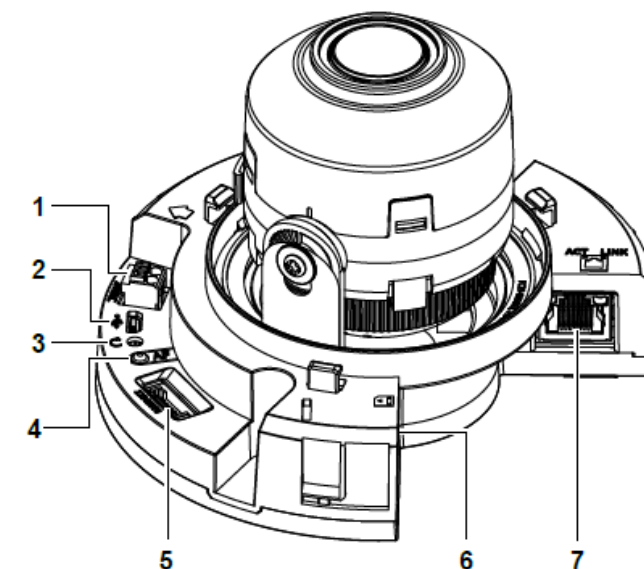
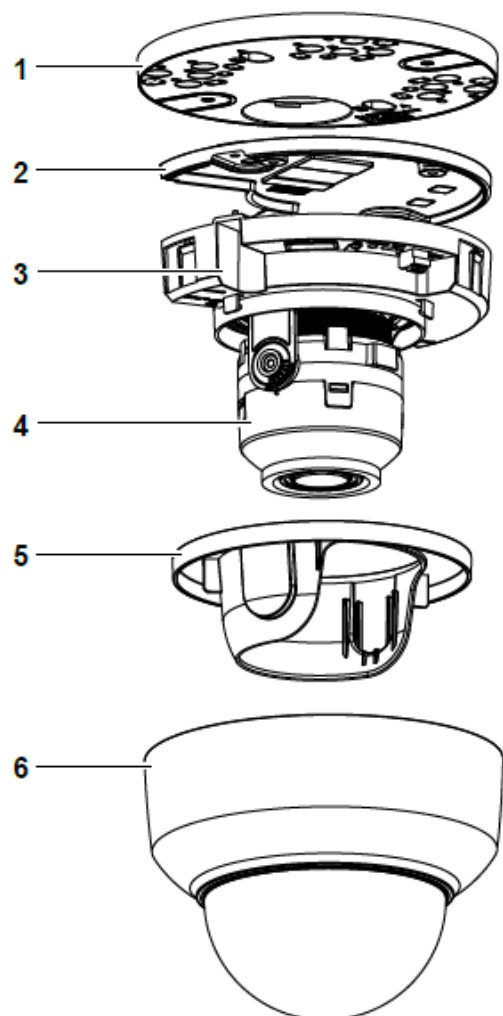

Abbildung 2
Abbildung 1
13. Halten Sie die Kamerakuppel (6) (Abbildung 1) hoch zur Kamerabasis und drehen Sie die Kamerakuppel, um sie an der Kamerabasis zu befestigen.
Kameraschalter und -anschlüsse: Abbildung 2
Kamerateile: Abbildung 1
5. Heben Sie die Kameraobjektivabdeckung (5) (Abbildung 1) vorsichtig hoch und entfernen Sie sie, um leicht auf die Kabelanschlüsse und Tasten zugreifen zu können.
7. Bevor Sie die Montageplatte (1) (Abbildung 1) auf der Kamerabasis (2) (Abbildung 2) befestigen, muss das Kabel durch das Kabelloch der Kamera-Montageplatte geführt werden.
12. Geben Sie die Kameraobjektivabdeckung (5) (Abbildung 1) auf das Kameraobjektiv.
- Halten Sie die Kamerakuppel (6) (Abbildung 1) mit einer Hand und drehen Sie die Kamerabasis (2) (Abbildung 1), um sie zu entsperren und von der Kuppel zu entfernen. **Anmerkung:** Auf der Kamerakuppel sind Symbole für „Sperren“ und „Entsperren“ angegeben, die beim beschriebenen Schritt unterstützen.
- Halten Sie die Kamerakuppel (6) (Abbildung 1) hoch zur Kamerabasis (2) (Abbildung 1) und drehen Sie die Kamerakuppel, um sie an der Kamerabasis zu befestigen. **Anmerkung:** Auf der Kamerakuppel sind Symbole für „Sperren“ und „Entsperren“ angegeben, die beim beschriebenen Schritt unterstützen.